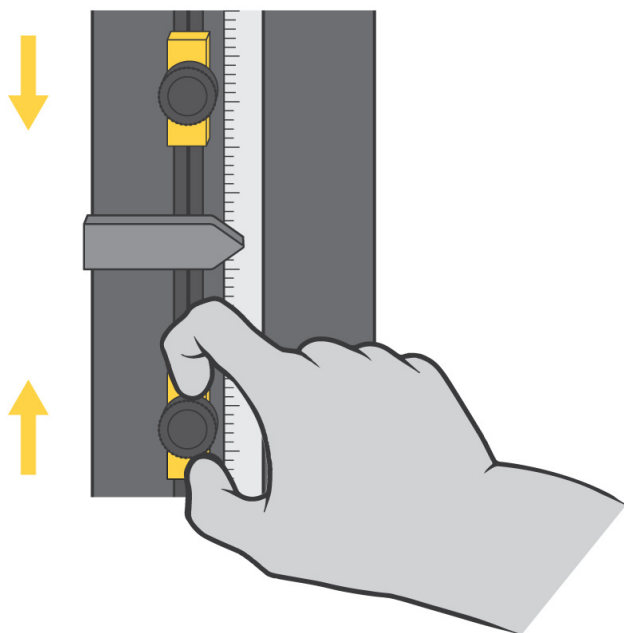

Figure 18. Réglage des butées de fin de course
Les butées de fin de course de traverse sont constituées par deux blocs réglables montés sur la tringle des contacteurs de fin de course située dans la colonne de la machine, comme illustré en Figure 18 à la page 108. Les butées de fin de course (1 et 2) possèdent des vis moletées qui peuvent être serrées et desserrées à la main de manière à les fixer dans une position quelconque sur la tringle des fins de course. Positionnez ces butées légèrement au-delà des paramètres d'essai pour éviter tout dépassement de course de la traverse. Lorsque la traverse atteint sa course maximale prédéfinie, la came de commande du contacteur fin de course (3) entre en contact avec la butée correspondante. Ce contact entre la came et la butée déplace la tringle des fins